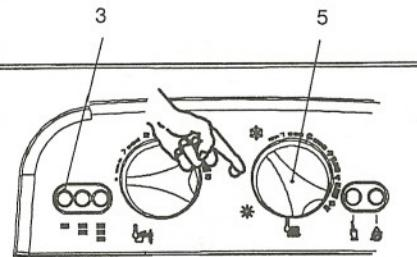

fig. 6.4
- 16 Suministrar fluido eléctrico a la caldera, accionando el interruptor bipolar; el indicador luminoso 3 en fig. 6.4 hace un breve centelleo cada 4 segundos aproximadamente.
- 17 Colocar el conmutador de función 5 igual que en la fig. 6.4.